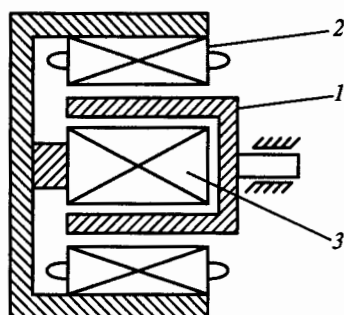

Рис. 228
**9.62.** Для чего ротор асинхронных микродвигателей выполняется в виде латунного или алюминиевого стакана *1* (рис. 228), расположенного в расточке сердечника статора между его наружной *2* и внутренней *3* частями, и какая из указанных причин является главной?